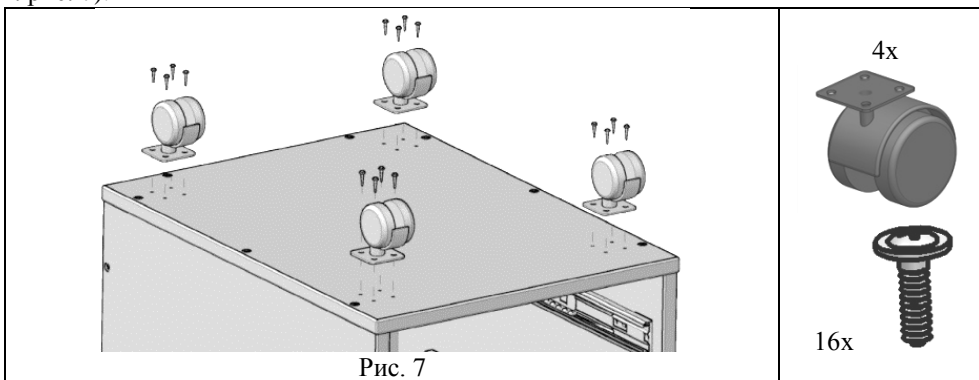

Рис. 7
5.1.8 На сборку по п. 5.1.7 сверху установить опоры колесные с фланцем (поз. 11) и закрепить при помощи саморезов с прессшайбой 4,2x16 остр. (поз.2, пакет №127). (См. рис. 7).